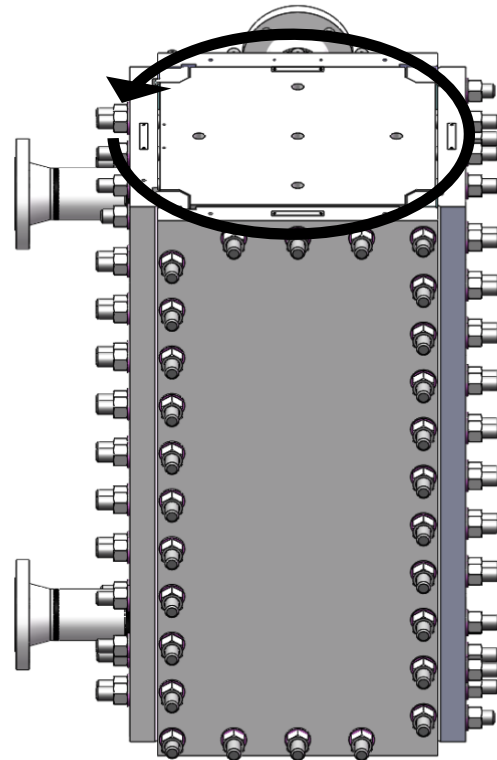

Figura 18
- Rispettare il senso di pre-serraggio come nella Figura 18.